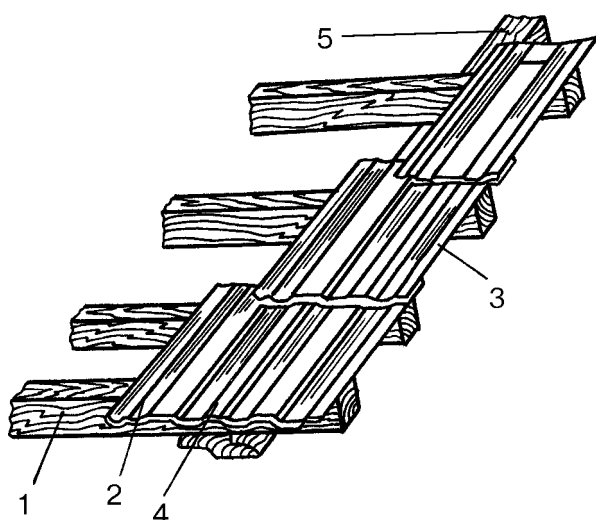

Рис. 59. Устройство кровли из пазовой ленточной черепицы
► **Пазовая ленточная черепица** (рис. 59) имеет продольные пазы, благодаря которым образует более прочное и водонепроницаемое кровельное покрытие и укладывается в один слой.